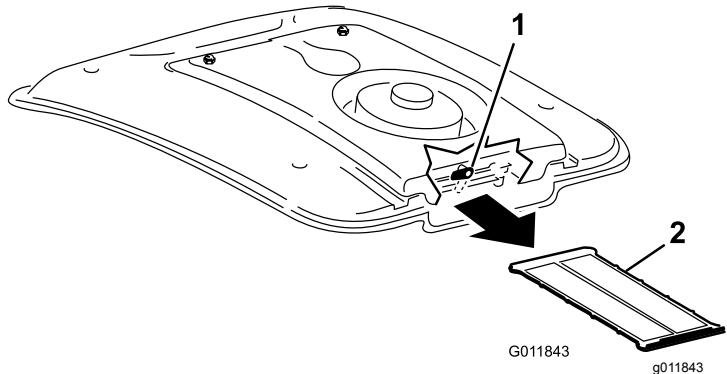

Bild 115
2. Drehen Sie den Riegel hinten an der Lüfterbefestigung zur Seite (Bild 115).
3. Schieben Sie das Klimaanlagengitter unter der Klimaanlagenspule heraus (Bild 115).
4. Reinigen Sie das Gitter gründlich mit Druckluft (Bild 115).